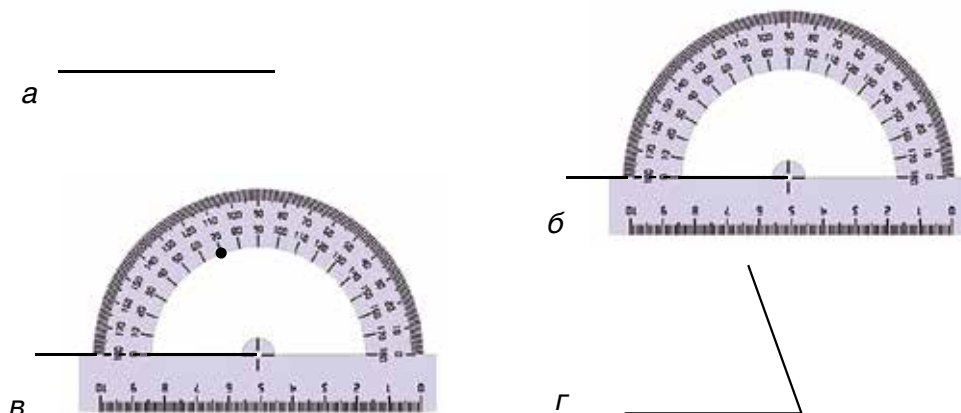

Рис. 50. Построение угла заданной градусной величины
- 1) провести прямую линию (рис. 50, а);
- 2) совместить её с линейкой транспортира так, чтобы расположенная на ней точка отсчёта совпала с одним из концов линии (рис. 50, б);
- 3) найти на угломерной шкале необходимый угол (например, 70°) и поставить метку (рис. 50, в);
- 4) убрать транспортир, провести вторую сторону угла (рис. 50, г).